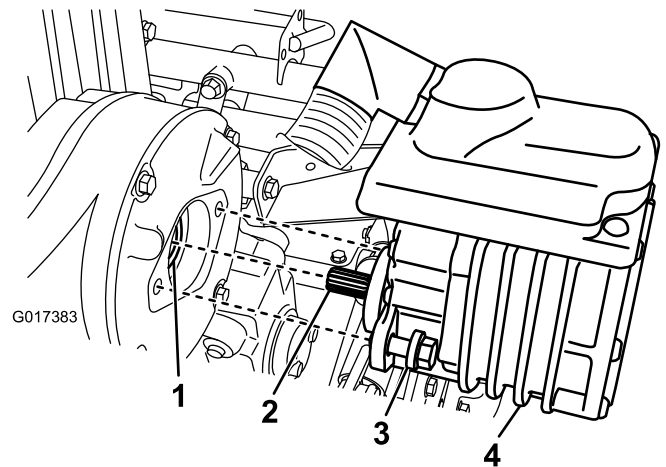

Bild 35
2. Nehmen Sie die zwei Schrauben ab, mit denen der Motor am Getriebegehäuse befestigt ist (Bild 35).
4. Bringen Sie ein oder zwei Pumpenstöße von der Fettpresse auf die Innengewindekupplung im Getriebegehäuse auf (Bild 35).